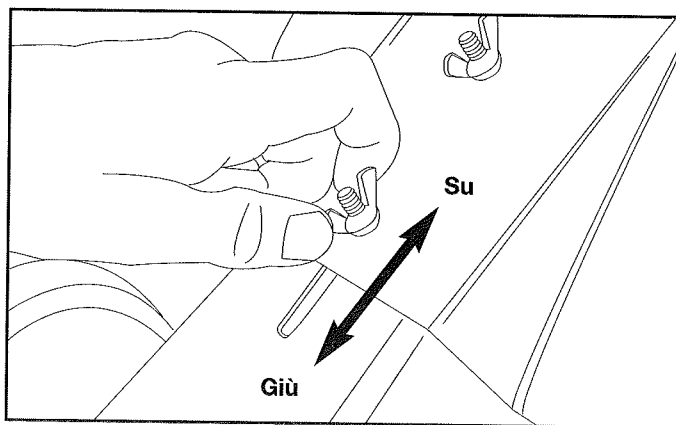

Fig. 19
2. Allentare (senza togliere) i due galletti sulla protezione delle punte (fig. 19).